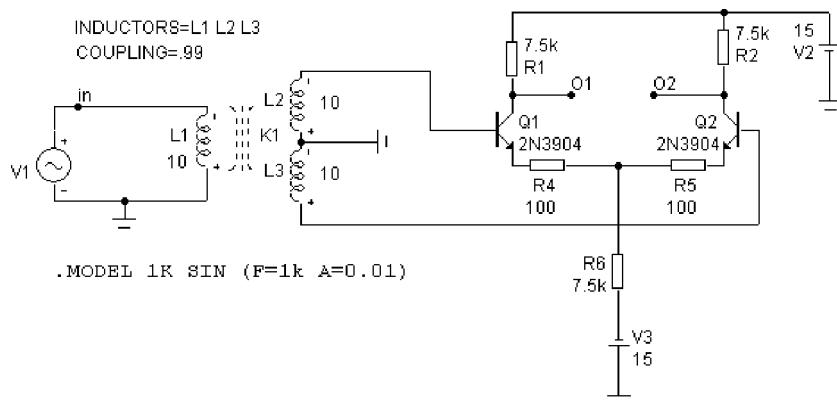

Рис. 2. Схема с противофазной подачей сигнала на вход дифференциального усилителя
1. Набрать схему, представленную на рис. 2 и провести её временной и частотный анализ.
2. Переделать схему, представленную на рис. 2, для подачи синфазного сигнала на вход дифференциального усилителя (изменив полярность включения L3). Провести временной анализ схемы. Сравнить полученные результаты с результатами предыдущего пункта и сделать выводы.
7. Заменить в схеме рис.2 резистор R6 и источник